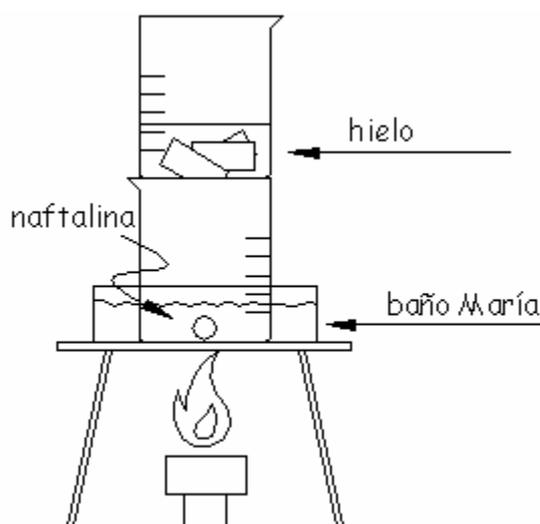

Figura 2
3. Coloca el vaso que contiene la naftalina en el baño María, y cúbrelo con el vaso que contiene el hielo (Figura 2).